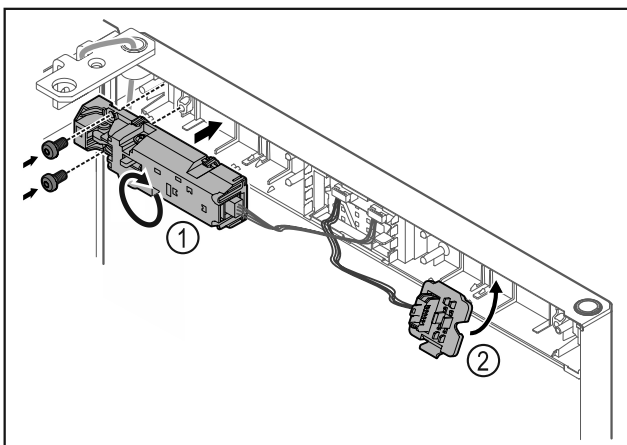

Fig. 18
- Kierrä etälukkoa Fig. 18 (1) 180° ja kiinnitä se vastakkaiselle puolelle.
- Paina pistokkeenpidin Fig. 18 (2) paikalleen vastakkaiselle puolelle.